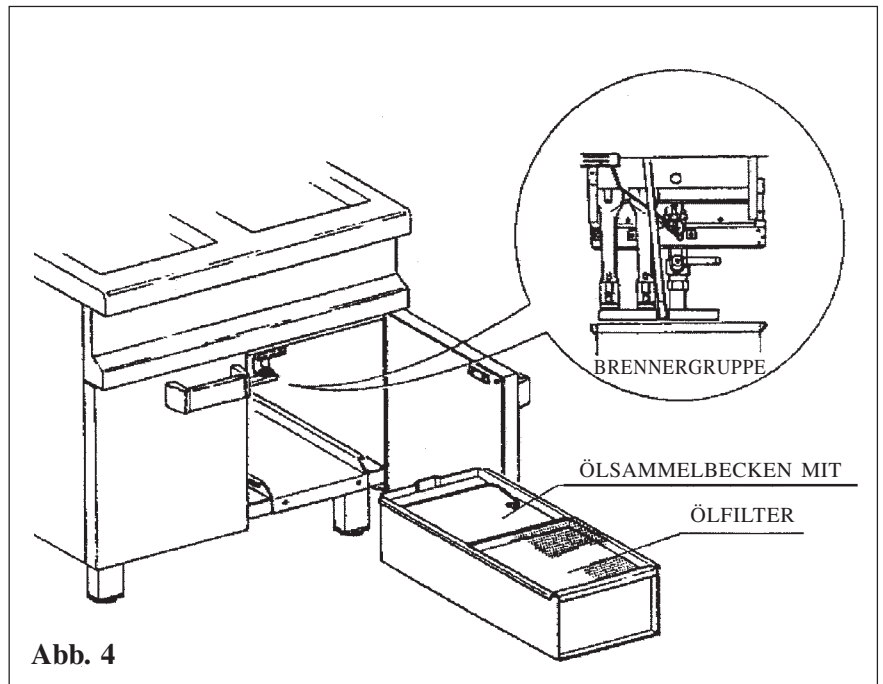

Abb. 4
5.5 ENTLEEREN DER ÖLWANNE (ABB. 4)